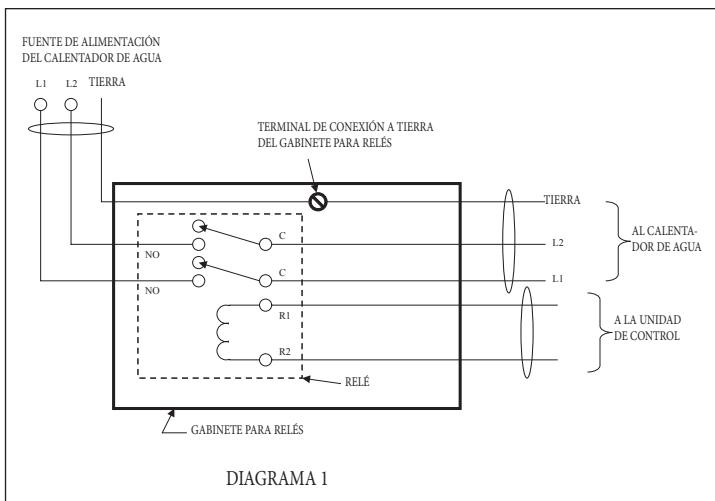

Figura 7
3. Instalar la fuente de alimentación de entrada a los contactos del relé normalmente abiertos como se indica en el diagrama de cableado **Figura 7** y **Figura 8**. Asegurarse de conectar un cable de toma a tierra al gabinete para relés, como se indica en la **Figura 7**.
4. Conectar el cable de alimentación al calentador de agua en los terminales comunes de relé, como se indica en el diagrama de cableado **Figura 7**.